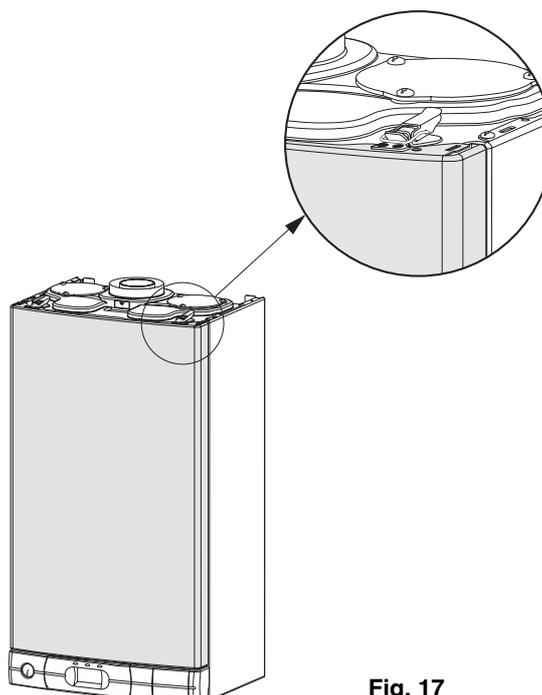

Fig. 17
- fermer les grenouillères de fixation de la façade (fig. 17)